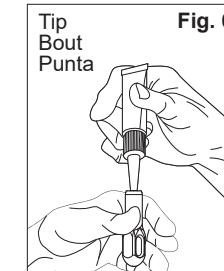
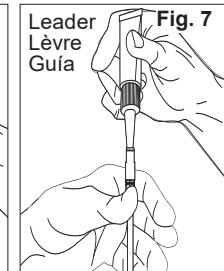

Fig. 6
Fig. 7
- Insert the adhesive into the fish tape tip/leader and squeeze 1/4" of adhesive (Fig. 6 / Fig. 7). Apply adhesive on PET tape covering the entire area of threads to be covered by fish tape tip/leader (Fig. 8).
- Insérer le adhesivo dans la lèvre / le bout du ruban de tirage et presser 6,35 mm (1/4") du adhesivo (Fig. 6 / Fig. 7). Aplicar du adhesivo sobre el ruban PET para cubrir todo lo largo de los filets que serán cubiertos por la lèvre / el bout du ruban de tirage (Fig. 8).
- Meta el adhesivo en la punta / guía de la cinta pasadora y apriete 6,35 mm (1/4") del adhesivo (Fig. 6 / Fig. 7). Aplique el adhesivo en la cinta PET que cubre toda el área de las cuerdas que cubrirá la punta / guía de la cinta pasadora (Fig. 8).